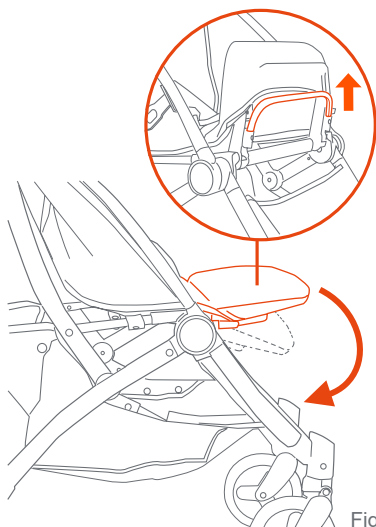

Fig. 7
• Per abbassare il poggiatesta, utilizzare la barra di rilascio sotto il poggiatesta e abbassarlo delicatamente nella posizione desiderata (Fig. 7).